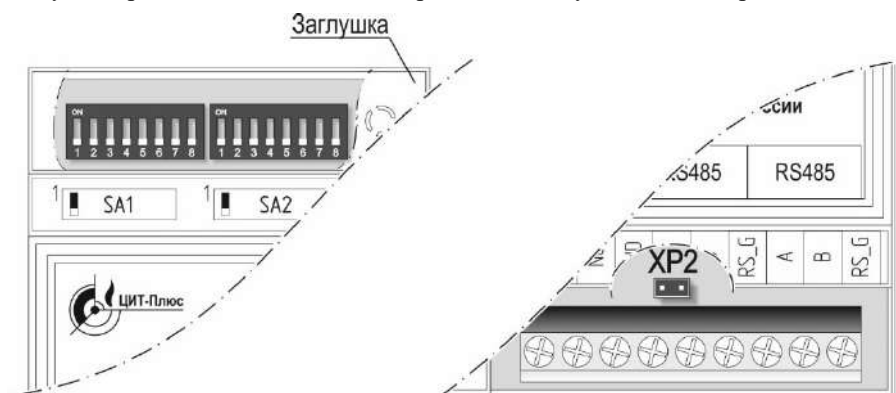

Рисунок 2 – Расположение переключателей.
г) Перевести переключатель SA1.1 (см. рисунок 2) в положение "ON".
- ж) Если концентратор установлен в конце линии RS485, необходимо установить перемычку терминального резистора. Перемычка считается установленной, если вилку XP2 замыкает джампер типа MJ-O-6 или аналогичный с шагом 2,54 мм (см. рисунок 2). Перемычка доступна при снятой заглушке отсека порта RS485.